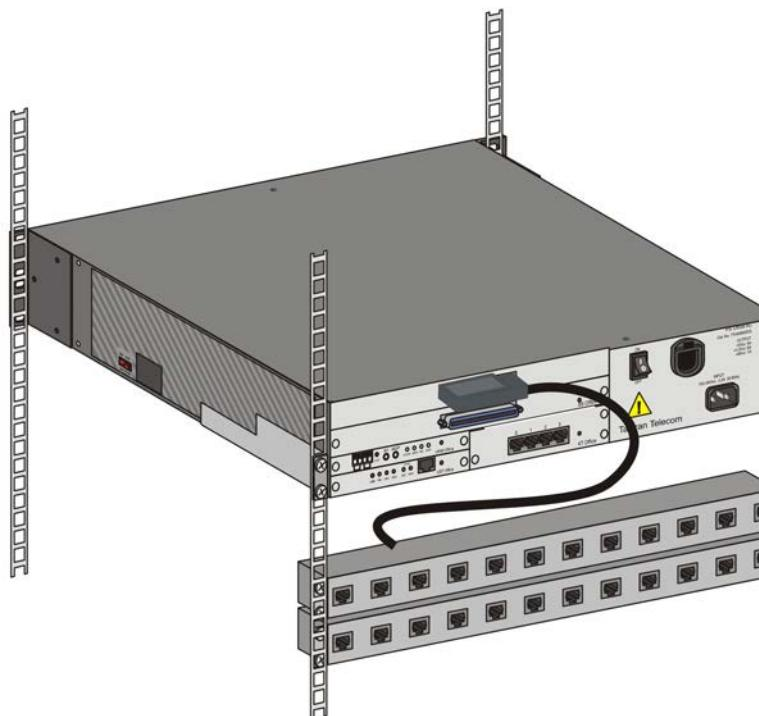

Рисунок 30. Подключение кабеля.
- г). Вставьте разъем и закрепите разъем. (рисунок 30).